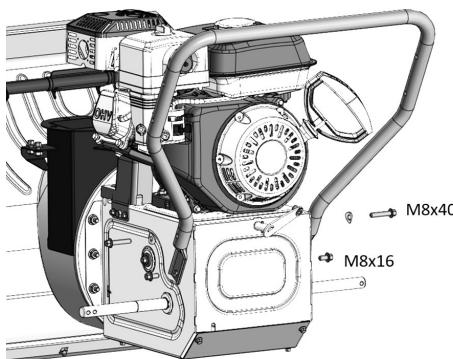

Рис. 5. Установка стойки рукояток
- Установите стойку рабочих рукояток на корпус трансмиссии и закрепите с помощью болтов и шайб из пакета с крепежом 1. Для верхних двух отверстий используйте болты M8×40 и гнутые шайбы M8. Для нижних двух отверстий используйте болты M8×16 без установки шайб (Рис. 5).